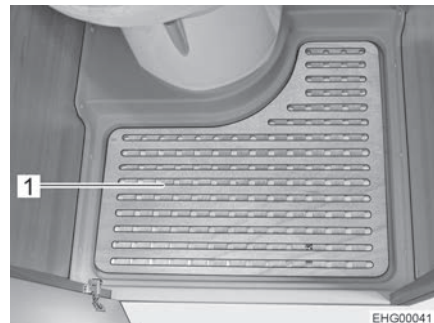

Bild 79 Uttagbar golvplatta
- Ta bort den uttagbara golvplattan (Bild 79,1) när du vill duscha.